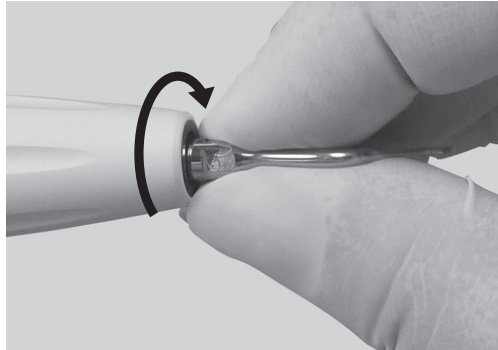

Fig. 15
- 1) Primero, atornille con suavidad la punta manualmente. (Fig. 15)